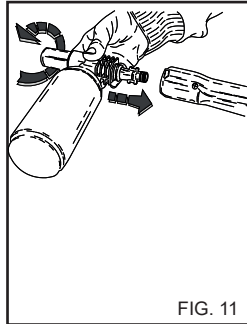

FIG. 11
2) Tag forlængerstykket af håndgrebet og sæt rengøringsmiddelsprøjtesættet (fig. 11) ind; start rengøringsmaskinen og kom væske på den overflade, der skal renses. Begynd nedefra og fortsæt i opadgående retning. Hvis maskinen er udstyret med opspugning af rengøringsmiddel, skal man åbne for doseringshanen (Fig. 5B) og flytte dysen fremad. Lad virke et par minutter.